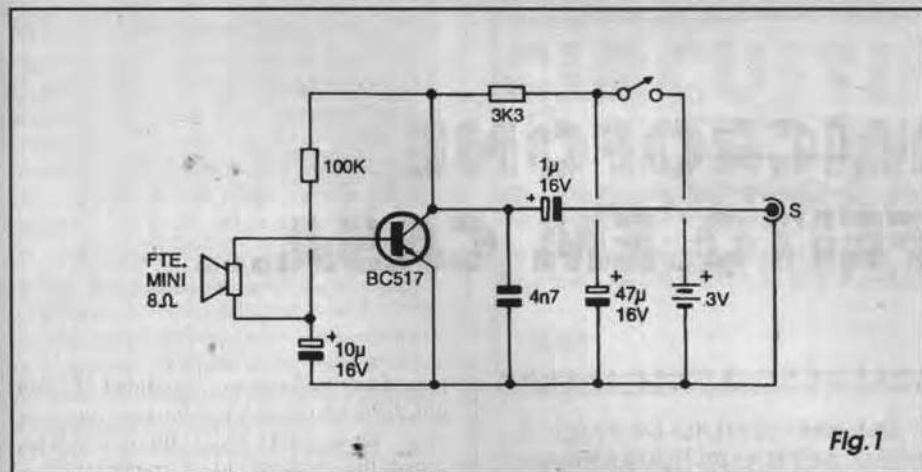

Fig. 1
- **FIG. 1 - DIAGRAMA ESQUEMÁTICO DO CIRCUITO** - Para sintetizar o circuitinho até o ponto de máxima miniaturização, reduzindo a quantidade de componentes a *quase nada*, utilizamos como